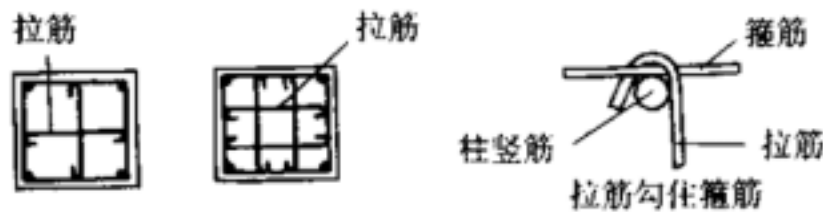

图 4-22
3.1.5.5 柱上下两端箍筋应加密，加密区长度及加密区内箍筋间距应符合设计图纸要求。如设计要求箍筋设拉筋时，拉筋应钩住箍筋，见图 4-22。